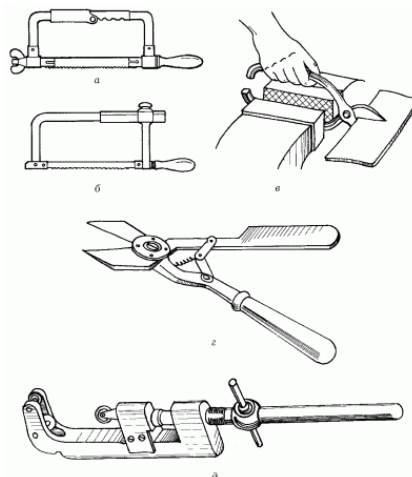

Рис. 5. Инструменты для резки металла: а – ножовка; б – лобзик; в – ручные ножницы; г – силовые ножницы; д – труборез.
Для ручной резки металла различной толщины и конфигурации сечения можно использовать ножовку, лобзик, ножницы и труборез (рис. 5).
*Ручные ножницы* (рис. 5, в) применяются для резки листовой и полосовой стали толщиной до 0,5 мм и листов латуни и дюралюминия толщиной до 1,5 мм. Металл большей толщины (до 2,5 мм) можно резать с использованием силовых ножниц (рис. 5, г).
Для резки толстых листов полосового или профильного металла, для вырезания заготовок по контуру служат *ножовка по металлу* (рис. 5, а) и лобзик (рис. 5, б), состоящие из рамки (станка) и полотна. Полотна для ножовок и лобзиков изготавливаются из углеродистой или закаленной стали; их зубья имеют клиновидную форму; габаритные размеры – 150–300 x 10–25 x 0,6–1,2 мм. Зубья полотен могут быть крупными и мелкими, с шагом между собой от 0,8 до 1,5 мм (при этом для разрезания листового железа используются полотна с шагом между зубьями в 0,8 мм; для тонкостенных труб, тонкого профильного металла – 1 мм; для профильного стального проката, труб и цветных металлов – 1,25 мм; для чугуна и мягкой стали – 1,2–1,5 мм).